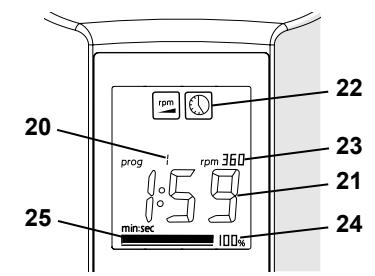
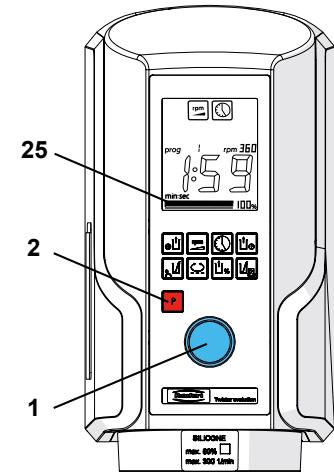

Fig. 7
Fig. 8
- ⇒ Tryk på programtasten „P“ (2).
- ⇒ Vælg programmet ved at dreje på styreknappen (1).
- ♦ Fra det valgte program vises følgende (fig. 7):
- ⇒ Tilkobl bægeret (15) til apparatet.
- ⇒ Slip først, når bægeret holdes af sig selv, bjælkevisningen for vakuummet er mere end halvdelen (25, fig. 8)!